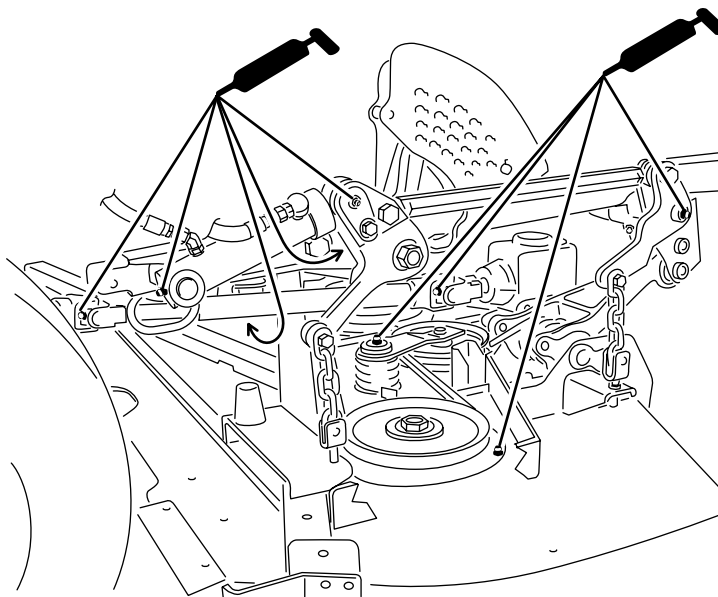

Figura 66
1. Limpie los engrasadores para evitar que penetre materia extraña en el cojinete o casquillo (Figura 66).